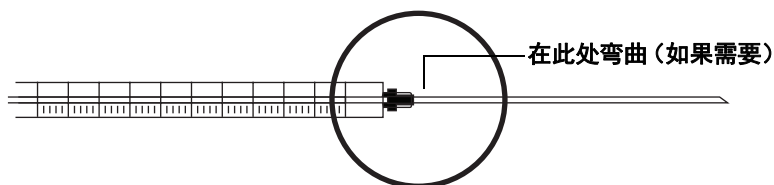

图 44 检查进样针
- 1 沿着干净平整表面的边界滚动进样针。如果针尖呈圆形移动，请将针尖朝连接进样针针管的位置附近稍稍弯曲一点将轴掰直，然后再次检查（图 44）。